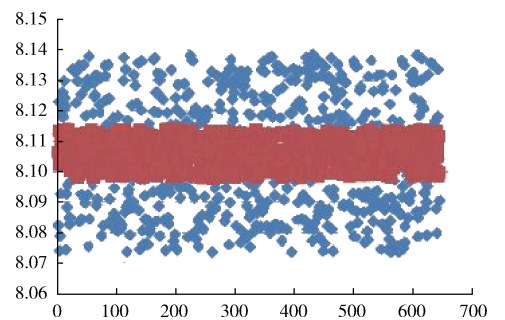

图 8 数据分布分析界面
7) 测试数据质量分析: 可对所有数据进行质量分析, 得到一定时间段内所有被测芯片的测试状况, 以报表或柱状图的形式查看, 查看之后的数据可以输出成文件存档。其中的数据分布分析界面如图 8 所示。